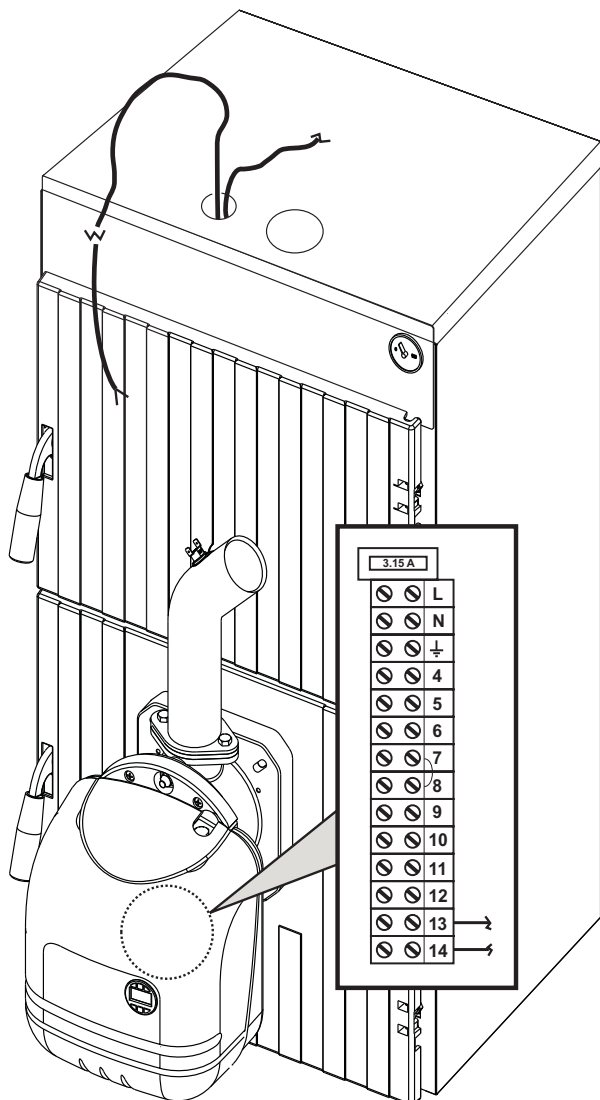

fig. 13
- Puneți capacul centralei și faceți să iasă cablul din orificiu așa cum se arată în fig. 13.